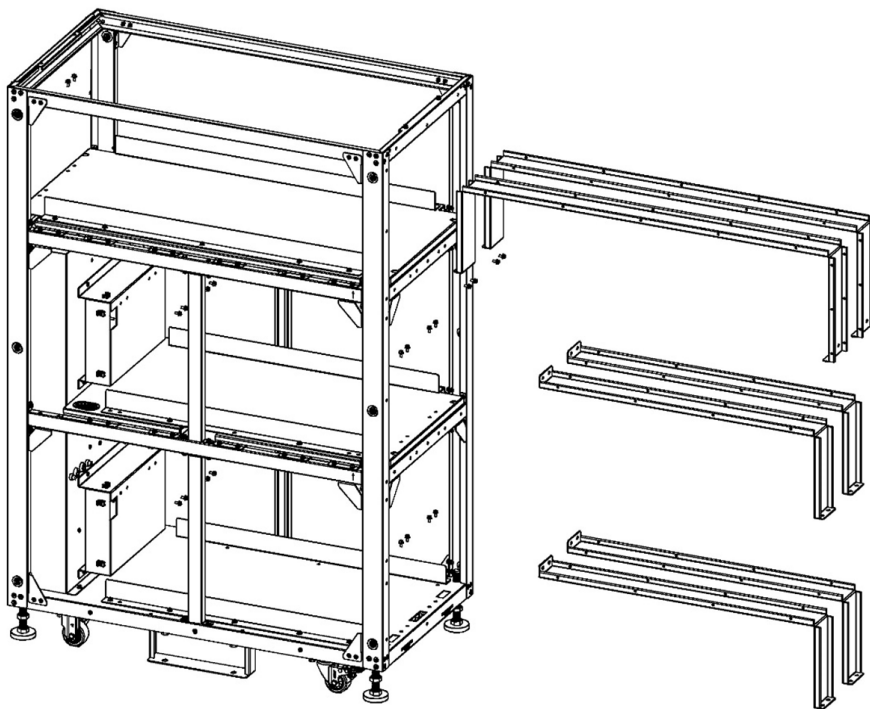

Figure 5-36A
3. Retirer toutes les vis des six supports de rétention des batteries, puis retirer les supports de rétention (Figure 5-36A).